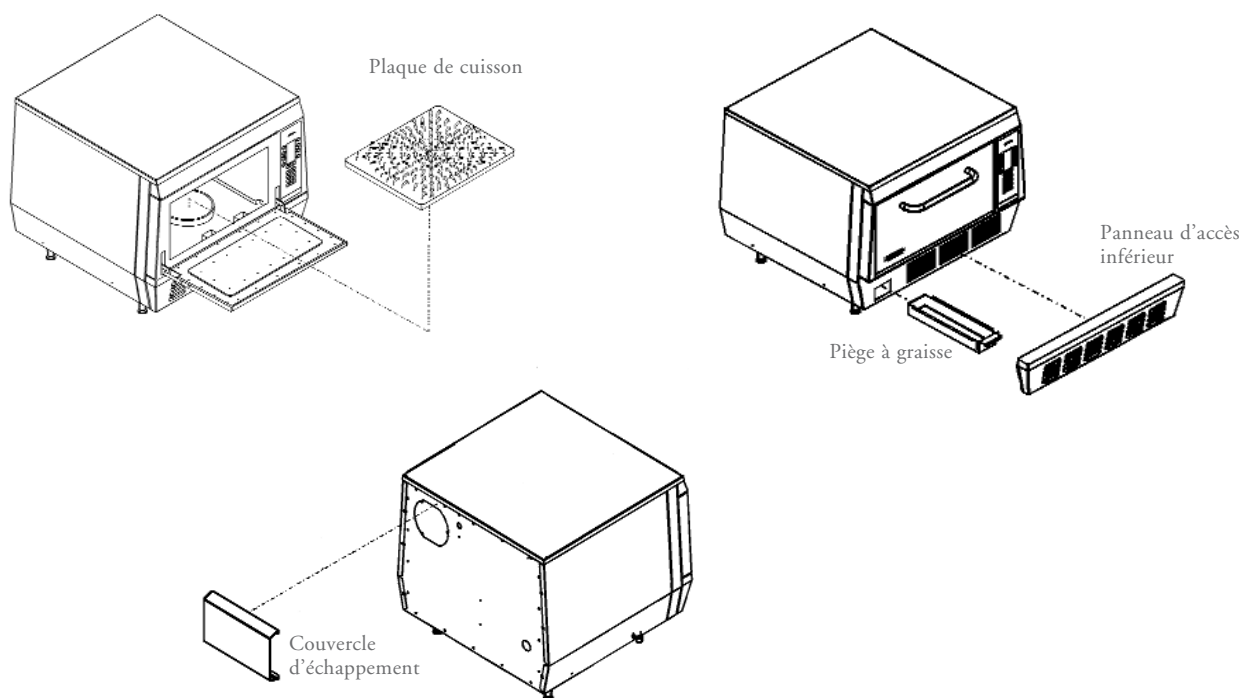

FIGURE 20 : Retrait des composants pour nettoyage.
Une fois le four arrêté et refroidi, retirez la plaque de cuisson en céramique (Figure 20).
- e. Essuyez. Assurez-vous de vider et de nettoyer le piège à graisse qui se trouve derrière l'évent sur l'avant du four (Figure 20).
(Figure 20)